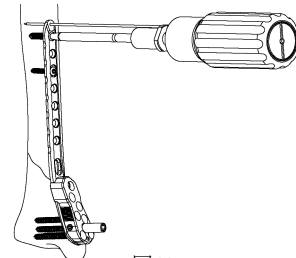

図 22
- 21) ヘクスローブ 20 パワービンドライバーの後端にトルクリミッターハンドル 4.0N・m を接続し、軸芯を傾けないよう、選択した長さの 4.5 ロックングスクリュー (T) を挿入します。(図 22)